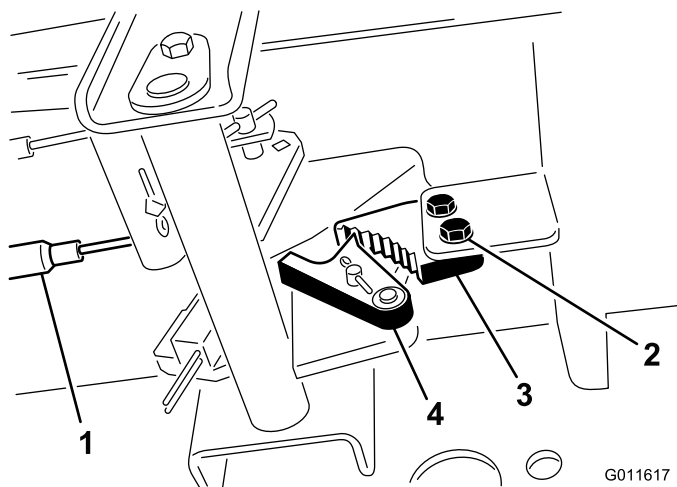

Рисунок 73
- Ослабьте два винта крепления защелки стояночного тормоза к раме (Рисунок 73).
- Нажмите педаль тормоза вперед, пока углубление тормоза не войдет полностью в зацепление с защелкой тормоза (Рисунок 73).